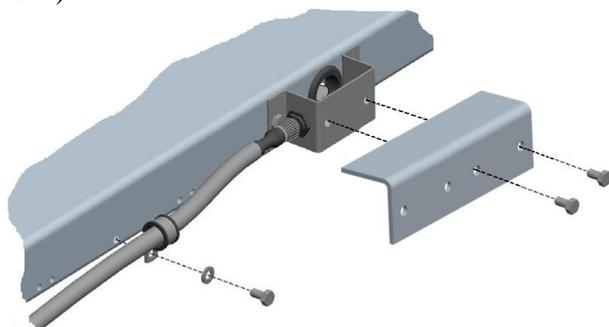

Рисунок 5.2 – Модуль взвешивающий 4D-PM\_. Фиксация кабеля и установка кронштейна
5.3.7 Закрепите кабель для подключения терминала к модулю с помощью хомута, плотно затянув винт М6х10 (см. рис. 5.2).
5.3.8 Привинтите кронштейн к защитной скобе винтом М6х10 (2 шт.) для защиты разъема от механических ударов (см. рис. 5.2).